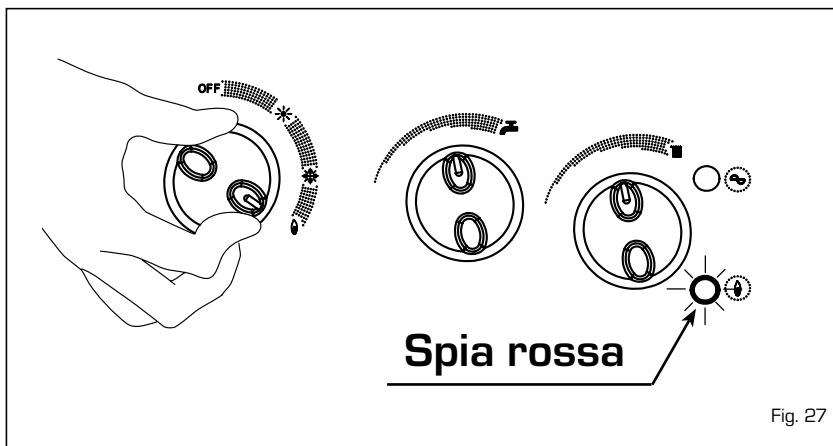

Fig. 27
- Mancanza circolazione acqua (fig. 27/a)